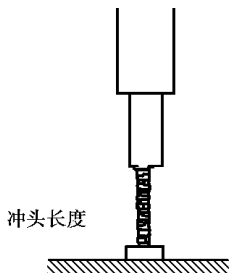

图 2.4.14 适当的冲头长度
4. 为了防止定线不准,尽可能地使冲头的长度短一些,以防出现不同轴的情况而压飞,如图 2.4.14 所示。